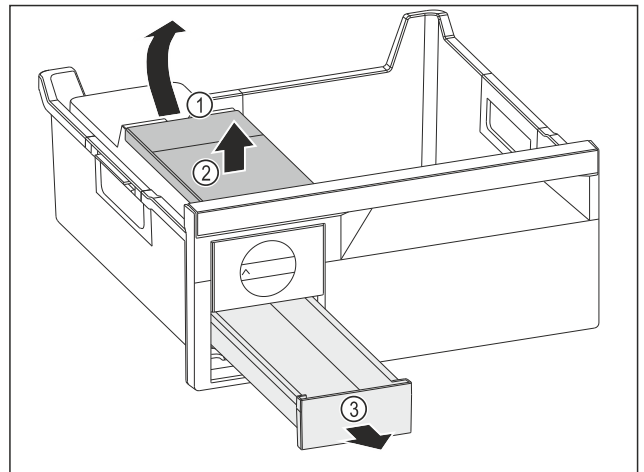

Fig. 241
- Estrarre il serbatoio dell'acqua: Sollevare il serbatoio dell'acqua nel vano Fig. 241 (1).
- Estrarre il serbatoio dell'acqua Fig. 241 (2) verso l'alto.
- Estrarre il cassetto del ghiaccio Fig. 241 (3) in avanti.